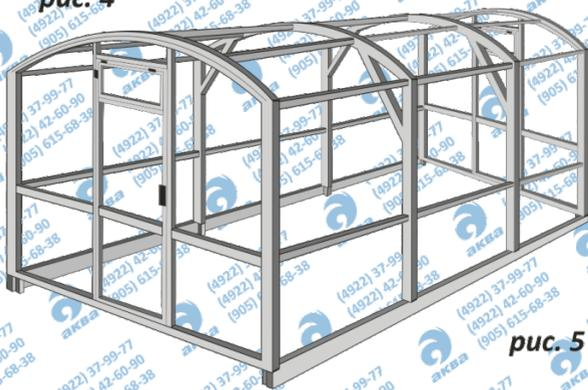

рис. 5
6. Продолжаем последовательную установку до достижения длины выбранной вами теплицы. Заканчиваем сборку установкой цельносварного торца (поз. 8), см. рис. 5.